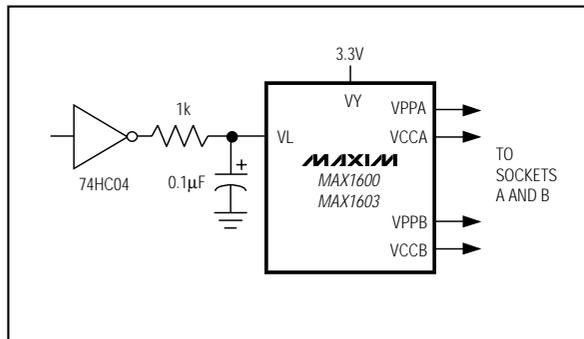

図2. マスターシャットダウン回路
省電力は自動的に行われます。VCCスイッチがスタティック状態のときは内部チャージポンプの消費電流は極めて低くなっています。スタンバイモードではスイッチの消費電流は1 $\mu$ Aまで低減します。外部ロジックゲート(マスターシャットダウン)でVLピンをローにすると、全消費電流が1 $\mu$ Aまで低減します(図2)。
0.05V/ $\mu$ sで保証するために、1k の直列抵抗と0.1 $\mu$ Fのコンデンサでグランドに接続してください(図2)。